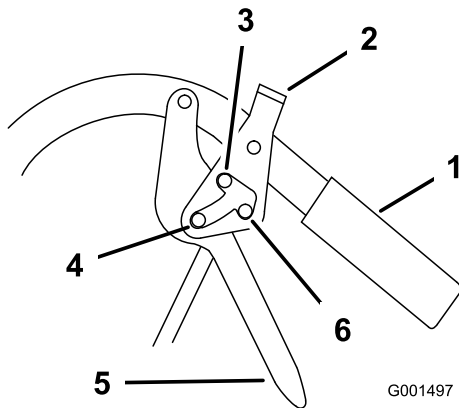

Figura 5
1. Apriete las palancas de avance (Figura 5).
2. Coloque los dedos pulgar sobre la parte superior de los cierres y desplácelos hacia adelante a la posición de APARCAR (Figura 5).
1. Apriete las palancas de avance hacia atrás (Figura 5).
2. Coloque los dedos pulgar sobre la parte superior de los cierres y desplácelos hacia atrás a la posición de AVANCE (Figura 5).
2. Coloque los dedos pulgar sobre la parte superior de los cierres y desplácelos hacia atrás a la posición de BLOQUEO/PUNTO MUERTO (Figura 5).
2. Coloque los dedos pulgar sobre la parte superior de los cierres y desplácelos hacia adelante a la posición de AVANCE (Figura 5).